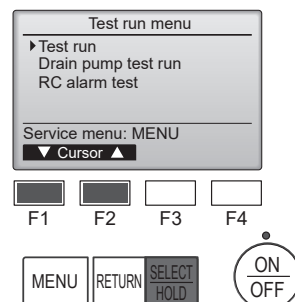

Fig. 7-2
- ② Dans le Menu test de fonctionnement, sélectionnez "Test run" (Test fonctions) puis appuyez sur la touche [SELECT/HOLD] (SÉLECTION/EN ATTENTE). (Fig. 7-2)
- ③ Le test fonctions démarre et l'écran Test fonctions s'affiche.